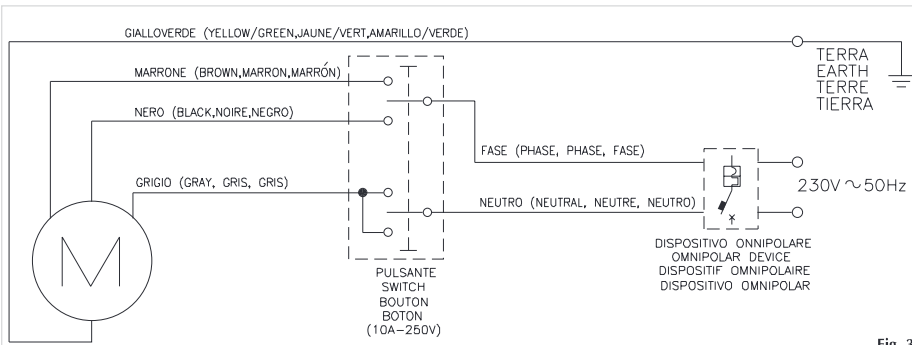

Fig. 3
- 15)Llevar a cabo las conexiones eléctricas como mues la fig.3 pasando el cable 4x1 mm situado en el interior de la barra del cierre evitando cuaquier contacto con las partes giratorias. En presencia de motor con electrofreno, introducir la funda del freno dentro del segundo taladro Ø12.